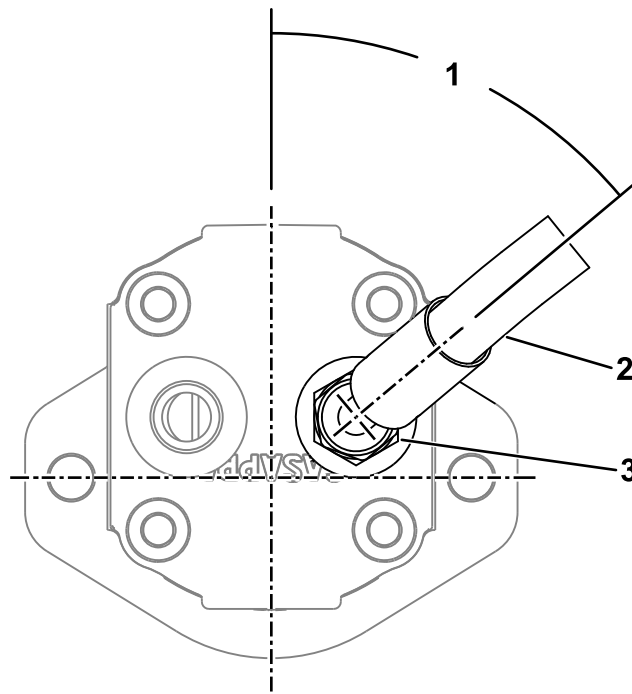
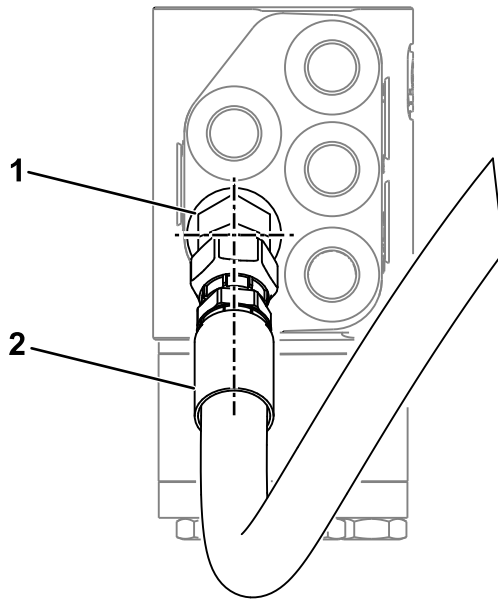

Figura 11
Figura 12
2. Conecte el acoplamiento de la manguera hidráulica de 45° en el nuevo acoplamiento recto y oriéntelo a 50°, tal y como se muestra en la Figura 11.
4. Conecte el acoplamiento recto de la manguera hidráulica al nuevo acoplamiento de 45°, tal y como se muestra en la Figura 12.
6. Asegúrese de que la manguera y los acoplamientos están alineados, tal y como se muestra en la Figura 11 y en la Figura 12, y de que las mangueras no se giren al dirigirse junto a los tubos hidráulicos existentes.